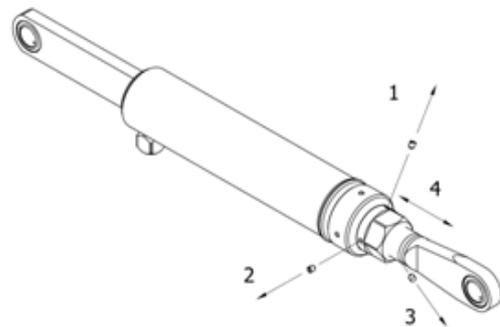

Abbildung 39. Verstellen der Zylinderlänge
2. Die Sicherungsschrauben lösen (Pos. 1, 2, 3, siehe Abbildung 39).
3. Die Zylinderlänge und die Position der Bordwand mithilfe der Mutter (Pos 4, siehe Abbildung 39) einstellen. Das ZEPRO-Werkzeug mit der Artikelnummer 59693 (60 mm) verwenden. Immer beide Zylinder einstellen.